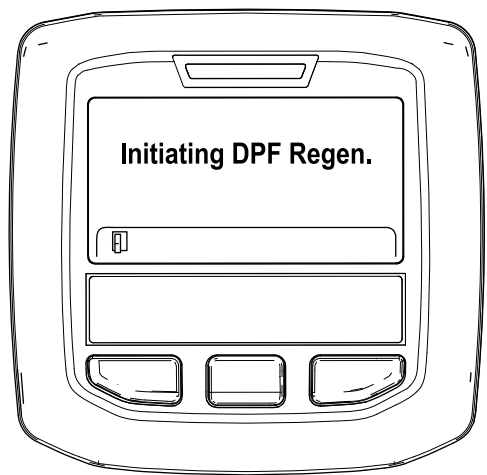

Figura 44
- A. Viene visualizzato il messaggio "Inizializzare Rigen. FAP" (Figura 44).